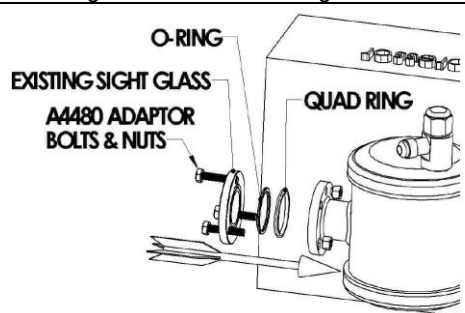

Figura 4: Spia visiva a 3 bulloni del Compressore
4. Perle spie visive scanalate a 3 bulloni, porre l'anello quadrato standard nella scanalatura della flangia del regolatore d'olio. Una lieve lubrificazione dell'olio refrigerante sull'anello quadrato aiuterà la sigillatura (vedi Figura 4).
6. Attaccare i bulloni e dadi inclusi nel kit dell'adattatore. Avvitare di circa 7 Nm (5 ft-lbs). Vedi Figura 4.